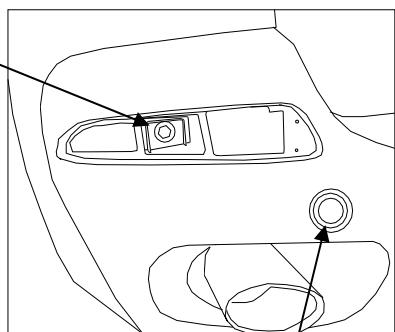

Figure 3.
- e. Remove the screws behind the reflectors (See Figure 3).
- e. Démonter les vis derrière les réflecteurs (Figure 3).